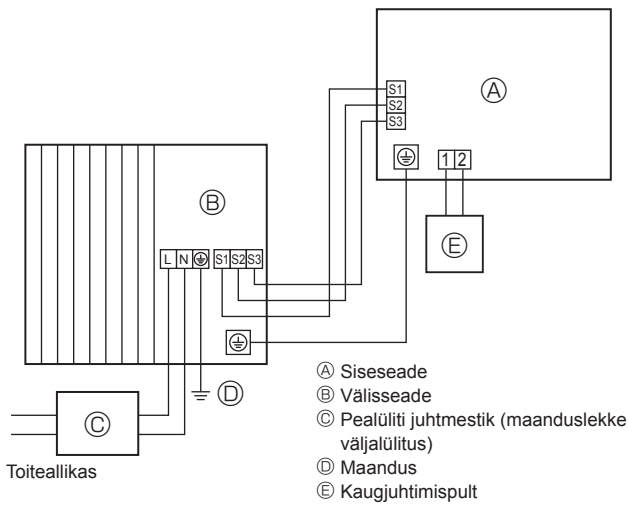
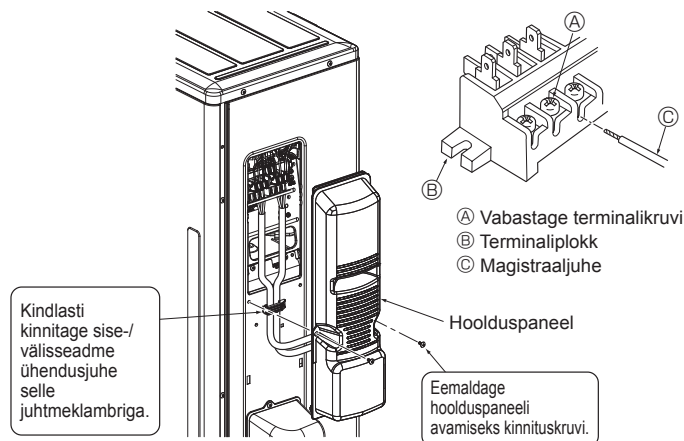
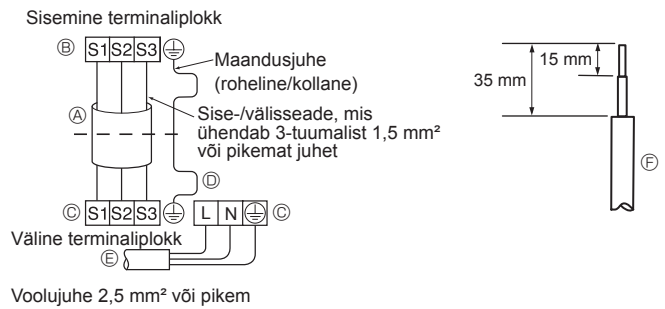

Fig. 6-1
Fig. 6-3
Fig. 6-2
6.1. Välisseade (Fig. 6-1, Fig. 6-2, Fig. 6-3)
- ① Eemaldage hoolduspaneel.
- ② Paigaldage juhtmed vastavalt Fig. 6-1, 6-2 ja 6-3.
- Paigaldage juhtmestik alumise vasakpoolse joonise järgi. (Paigaldage kaabel) (Fig. 6-2)